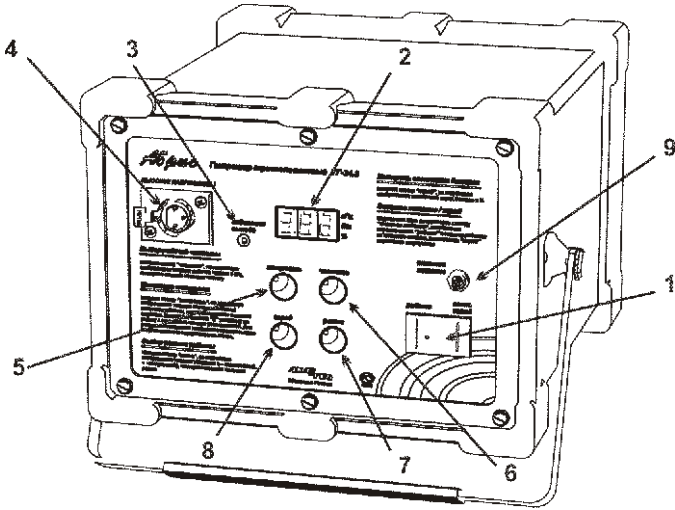
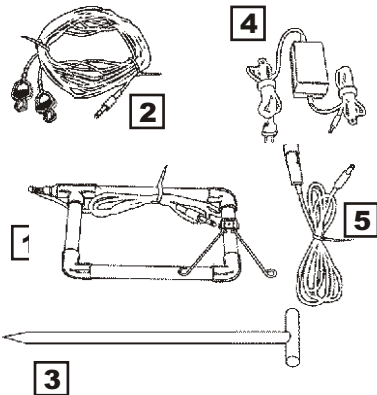

Рисунок 3
Рисунок 4
- Нажмите на клавишу (поз. 1 рис. 3) переключив ее в положение “работа”
- Нажмите кнопку “заряд” (поз. 8 рис. 3), на индикаторе отображается значение заряда аккумулятора в %
**1** Нажмите на клавишу (поз. 1 рис.3) переключив ее в положение “выкл. / заряд”
**2** При заряде от сети подключите адаптер 220 В (поз.4 рис. 4) к гнезду подключения внешнего питания (поз. 9 рис.3), при заряде от бортовой сети автомобиля используйте автомобильный адаптер (поз. 5 рис. 4). Во время заряда мигает надпись “зар”, по окончании надпись высвечивается не мигая.
**1** При работе от сети подключите адаптер 220 В (поз. 4 рис. 4) к гнезду подключения внешнего питания (поз. 9 рис. 3), при работе от бортовой сети автомобиля используйте автомобильный адаптер (поз. 5 рис. 4).
**2** Нажмите на клавишу (поз.1 рис.3) переключив ее в положение “работа”
**ВНИМАНИЕ !** Не включайте питание генератора перед подключением. При включенном питании на гнезде подключения внешней нагрузки (поз. 4 рис. 3) или зажимах вставленного в него кабеля гальванического подключения (поз. 2 рис. 4) присутствует высокое напряжение, порядка 200 В
- 1** Подключите один зажим кабеля гальванического подключения (поз.2 рис. 4) к коммуникации, при этом необходимо обеспечить надежный электрический контакт.
- 2** Другой зажим кабеля подключите к штырю заземления (поз. 3 рис. 4), вбитому в увлажненный грунт в 5-15м от места подключения
- 3** Подключите разъем кабеля к гнезду подключения внешней нагрузки (поз. 4 рис. 3)
- 1 Нажмите кнопку “частота” (поз. 6 рис. 3), на индикаторе отображается текущее значение частоты в КГц.